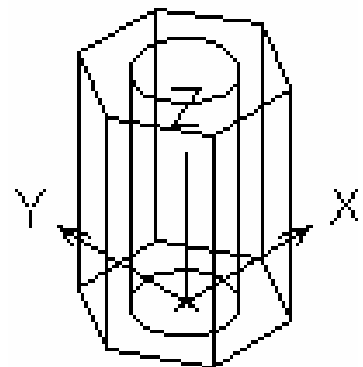

Рис. 4.4
- c) ввести высоту (Specify height) – **100** (рис. 4.4).